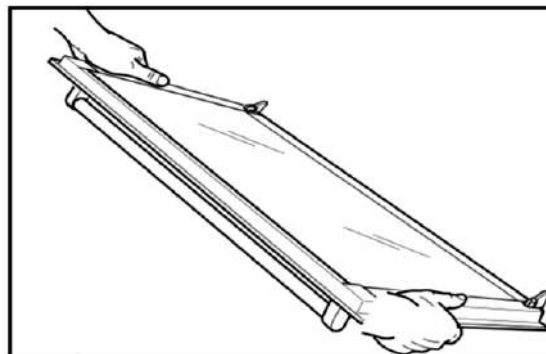

Рис. 10
- Міцно тримайте дверцята (Рис. 10).